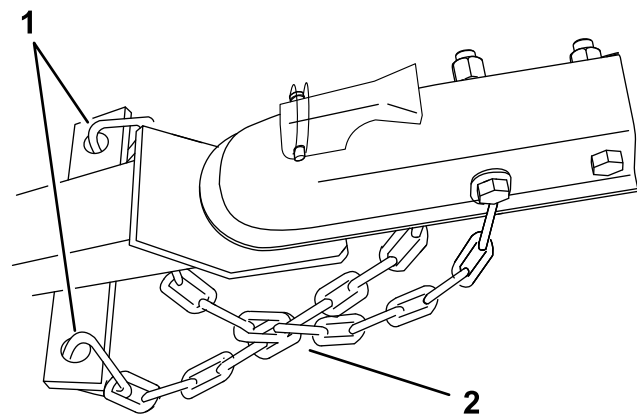

Figura 16
3. Conecte cada tramo de cadena al punto de montaje de la cadena de seguridad del vehículo de remolque con los conectores (Figura 16).